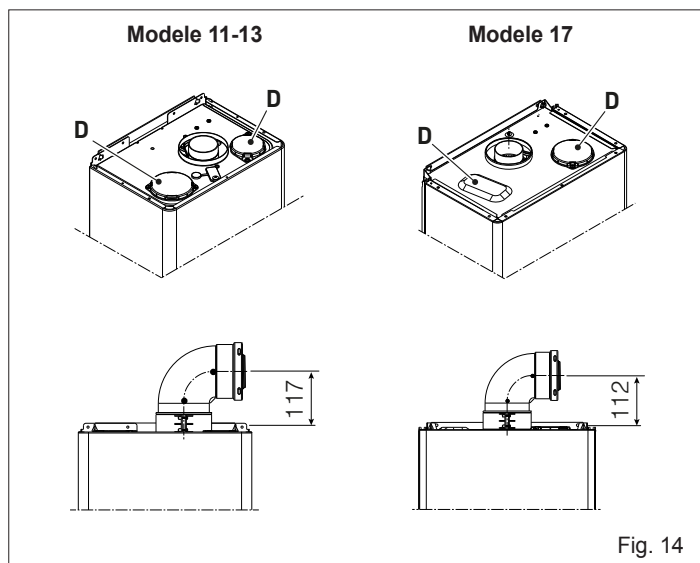

Fig. 14
Boilerul este furnizat echipat pentru a fi conectat la conductele de evacuare/aspirare coaxiale și cu deschidere pentru aspirarea aerului (D) închisă (Fig. 14).